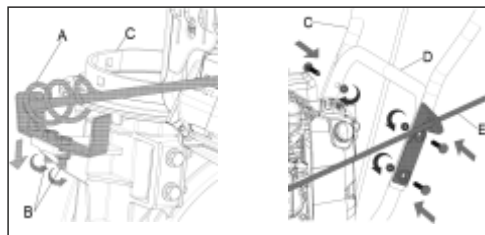

Рис. 5
- Прикрепите зубчатую часть поворотной планки желоба (А) к посадочному месту желоба с помощью крепежного болта и гайки, затем затяните гаечным ключом. Убедитесь, что две шестерни хорошо подогнаны. (рис. 5)